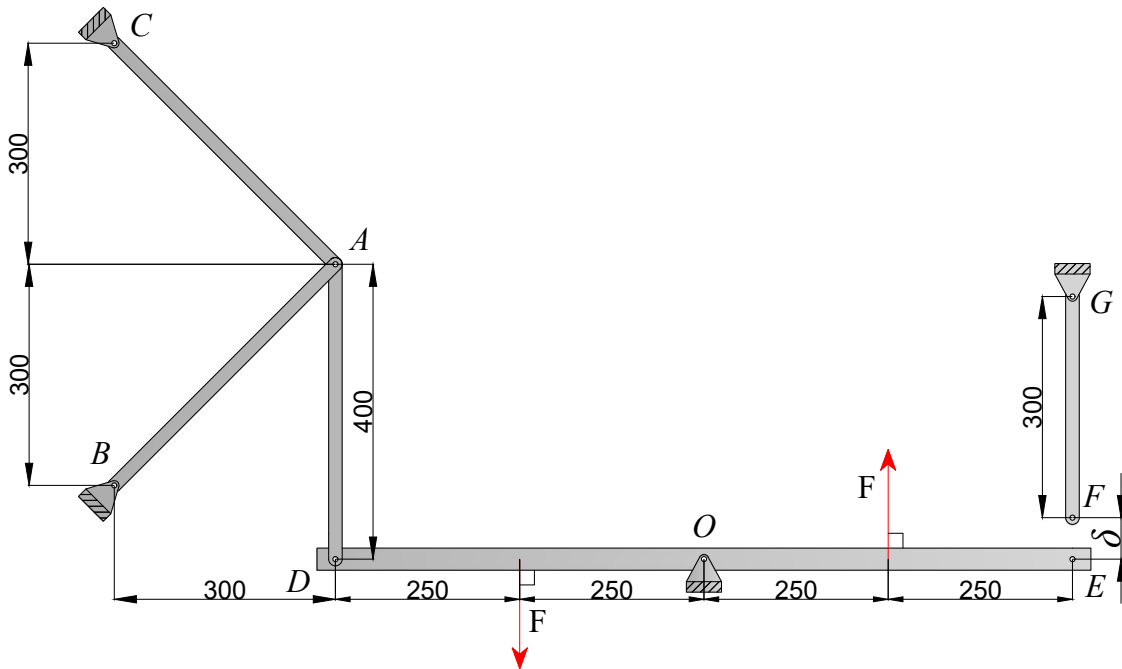

Figura 2: Estructura
**Problema 2.– (2.5 Pts.)** La estructura de la figura 2 consta de cuatro barras deformables AB, AC, AD y FG, y una viga DE rígida, la cual pivota en O. Debido a un error de dimensionamiento la barra FG quedó una distancia  $\delta = 0.8mm$  separada del punto de anclaje E. Se plantea generar la unión de esta barra a través de la aplicación de dos fuerzas F iguales y perpendiculares a la viga rígida (tal como se observa en la figura). Todas las barras son de acero ( $E = 210[GPa]$ ,  $\nu = 0,3$ ,  $\alpha = 12 \cdot 10^{-6}[^{\circ}C^{-1}]$ ,  $\sigma_y = 250[MPa]$ ) y tienen un área de  $400mm^2$ . Con estos datos se pide: